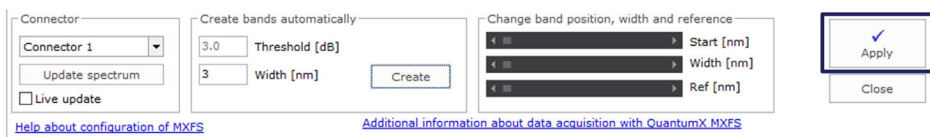

Abb. 5.13 Übernehmen der Definitionen in das Gerät
- Klicken Sie auf **Apply** (Übernehmen), damit die Änderungen in das Gerät übertragen werden (Abb. 5.13).